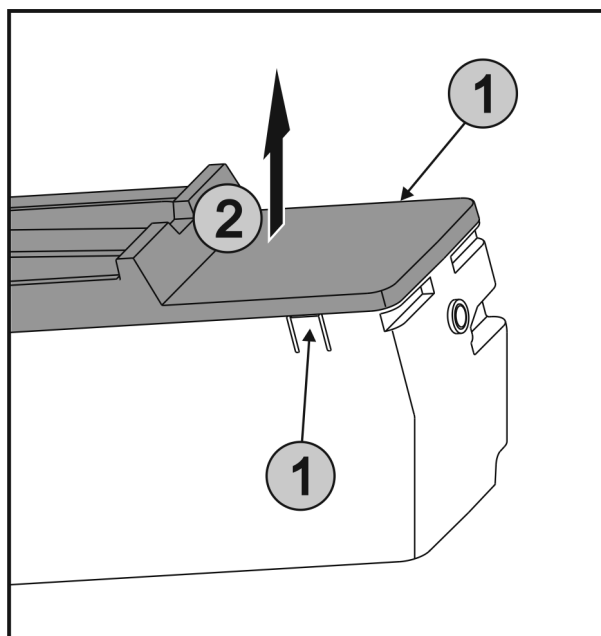

Fig. 81
- ▶ Wcisnąć jednocześnie nakładki Fig. 81 (1) znajdujące się po obu stronach EasyTwist-Ice, a pokrywę zdjąć podnosząc Fig. 81 (2) do góry.